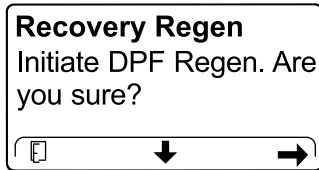

Рисунок 92
4. На экране INITIATE DPF REGEN (НАЧАЛО РЕГЕНЕРАЦИИ DPF) нажмите правую кнопку, чтобы продолжить (Рисунок 92).